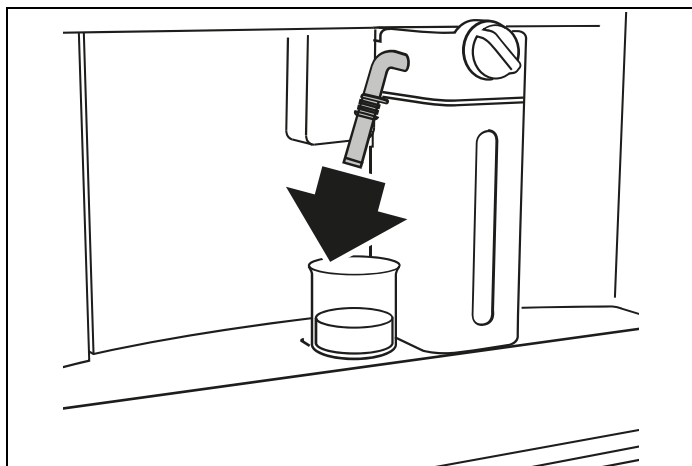

Fig. 36
- 2) Placera en kopp eller annan behållare under skummjölkspipen (Fig. 36 ).